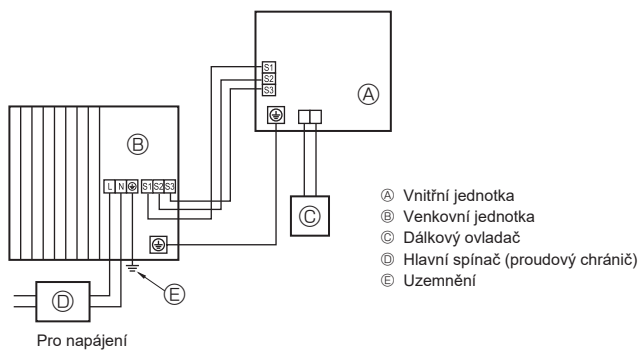
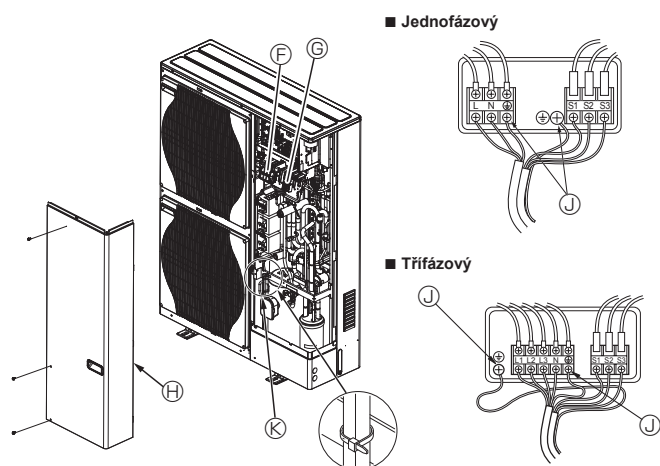

Fig. 5-1
Fig. 5-2
### 5.1. Venkovní jednotka (Fig. 5-1, Fig. 5-2)
- ① Sejměte servisní panel.
- ② Zapojte kabely podle Fig. 5-1 a Fig. 5-2.